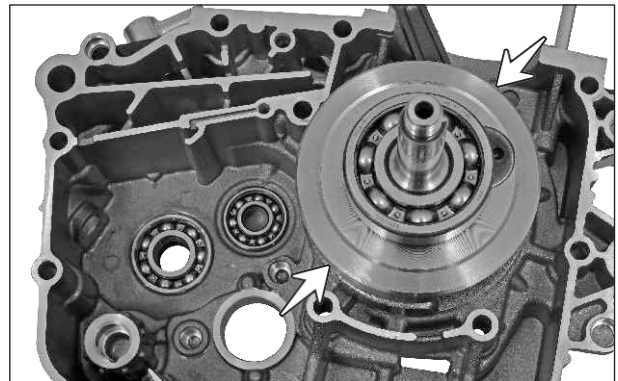

Fig. 3.141
- Hale hacia afuera el cigüeñal, sacándolo del cárter izquierdo, golpeándolo suavemente desde el otro lado. (Fig. 3.141)